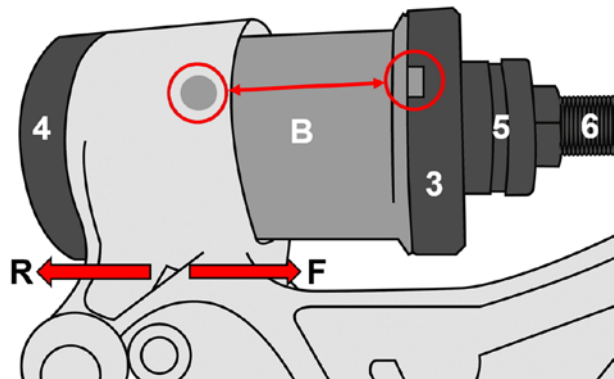

Fig.3
3. Alinee el casquillo con la marca en el brazo transversal (Fig. 3). Ponga la tuerca (5) en el perno roscado.